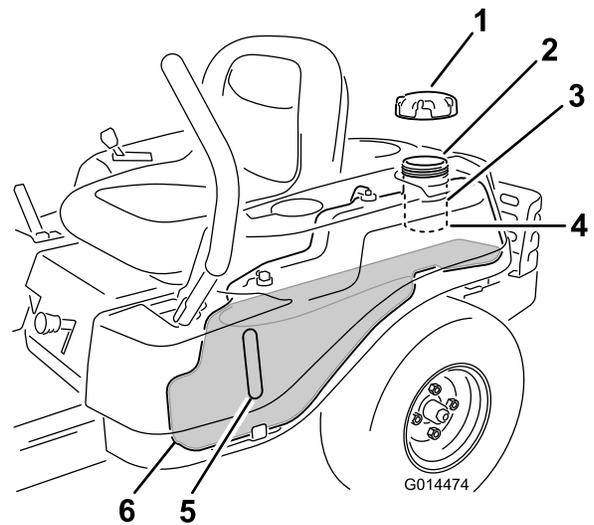

Figure 8
**Remarque:** Vous pouvez utiliser le regard pour vérifier la présence d'essence avant de faire le plein (Figure 8).
2. Versez **lentement** de l'essence jusqu'à ce que le niveau atteigne la base du goulot de remplissage (Figure 8).